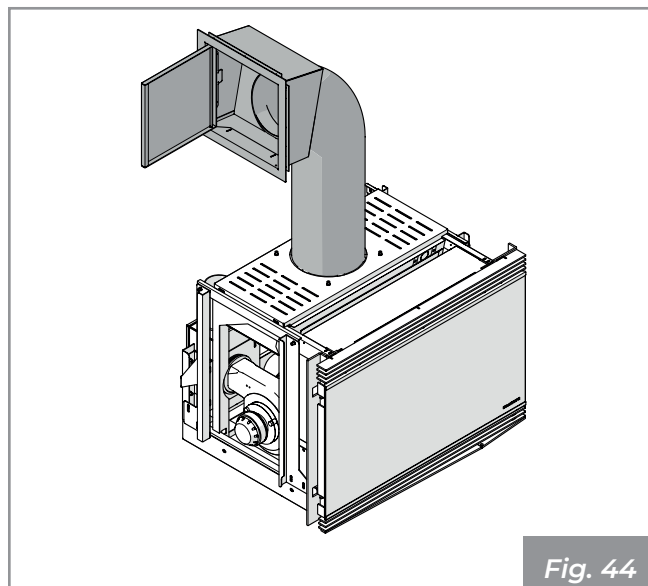

Fig. 44
- Système de chargement avec tuyau métallique flexible et volet de chargement (Fig. 44).